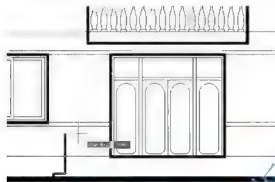

图 4.64 绘制台阶局部轮廓
② 在当前线宽为 0.0000，指定下一个点或 [圆弧(A)/半宽(H)/长度(L)/放弃(U)/宽度(W)]：提示下，输入 “W” 后按 Enter 键，指定要修改线宽。
③ 在指定起点宽度 $<0.0000>$:提示下,输入“50”。
④ 在指定端点宽度 0.0000 :提示下,输入“50”。将多线的线宽由“0”改为“50”。打开【正交】功能并将光标垂直向上拖动。
⑤ 在指定下一个点或[圆弧(A)/半宽(H)/长度(L)/放弃(U)/宽度(W)]:提示下,输入“150”后按Enter键,这样就画出台阶的高度150mm。
⑥ 在指定下一个点或[圆弧(A)/半宽(H)/长度(L)/放弃(U)/宽度(W)]:提示下,将光标水平向右拖动,输入“300”后按Enter键,这样就画出台阶的宽度300mm,结果如图4.64所示。